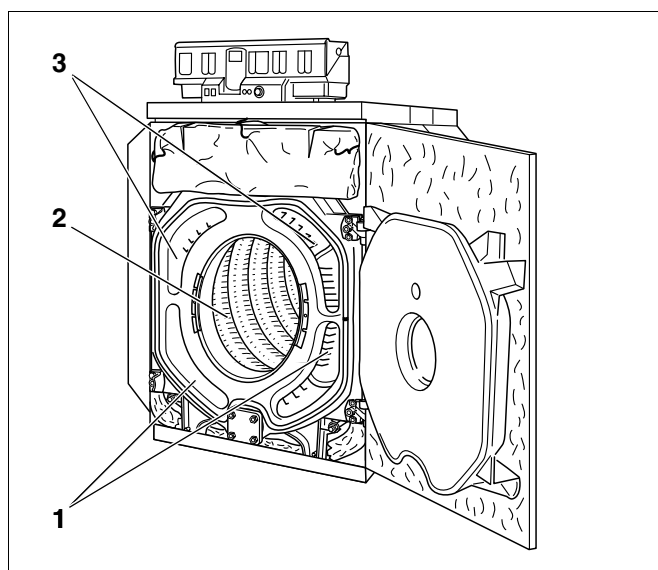

Fig. 74 Rengjøring av røykgasskanaler
- Røykgasskanalene skal rengjøres forfra og bakover ved hjelp av børstene 1 og 2 (Fig. 74, **Pos. 1** og **3**).
- Resten av brennkammeret (Fig. 74, **Pos. 2**) skal rengjøres med børste 2.